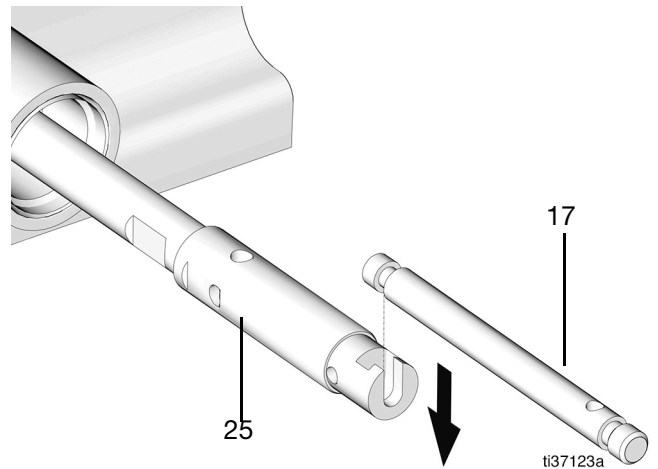

图 60
15. 将铲杆 (17) 放入泵活塞 (25) 的凹槽中 (图 60)。